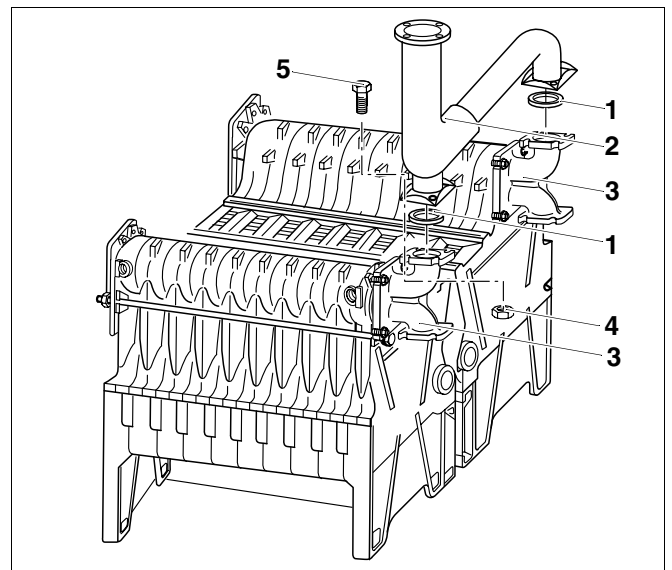

Рис. 29 Установка трубы подающей линии
- Уложить уплотнения (рис. 29, поз. 1) на верхнюю сторону обоих соединительных элементов (рис. 29, поз. 3).
- Установить трубу подающей линии (рис. 29, поз. 2) на соединительные элементы (рис. 29, поз. 3).
- Вставить болты M12 x 40 (рис. 29, поз. 5) сверху через фланцы трубы подающей линии (рис. 29, поз. 2) и соединительных элементов (рис. 29, поз. 3).
- Навернуть гайки с напрессованными шайбами (рис. 29, поз. 4) на болты (рис. 29, поз. 5) и затянуть крест-накрест.